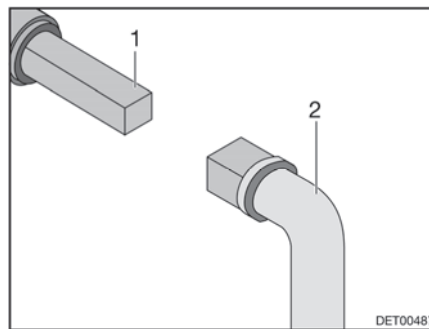

Fig. 78 Utilisation du robinet d'évacuation des eaux usées
- Insérer la clé (Fig. 78,2) sur la vis à quatre pans (Fig. 78,1).